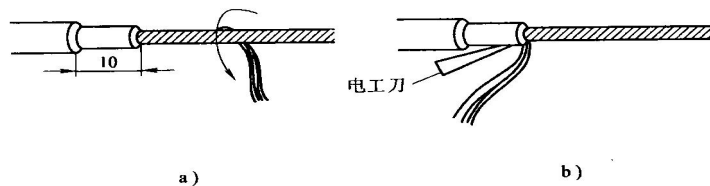

图 8-6 花线绝缘层的剖削
- ③最后将露出的棉纱层松散开，用电工刀割断，如图 8-6 所示。